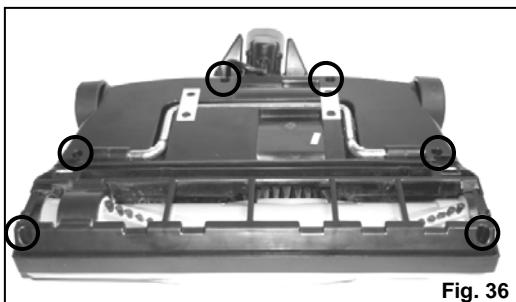

Fig. 36
4. Tournez la brosse à tapis de haut en bas et en utilisant un tournevis Phillips #1, enlevez les six (6) vis de la plaque du bas. (Fig. 36)